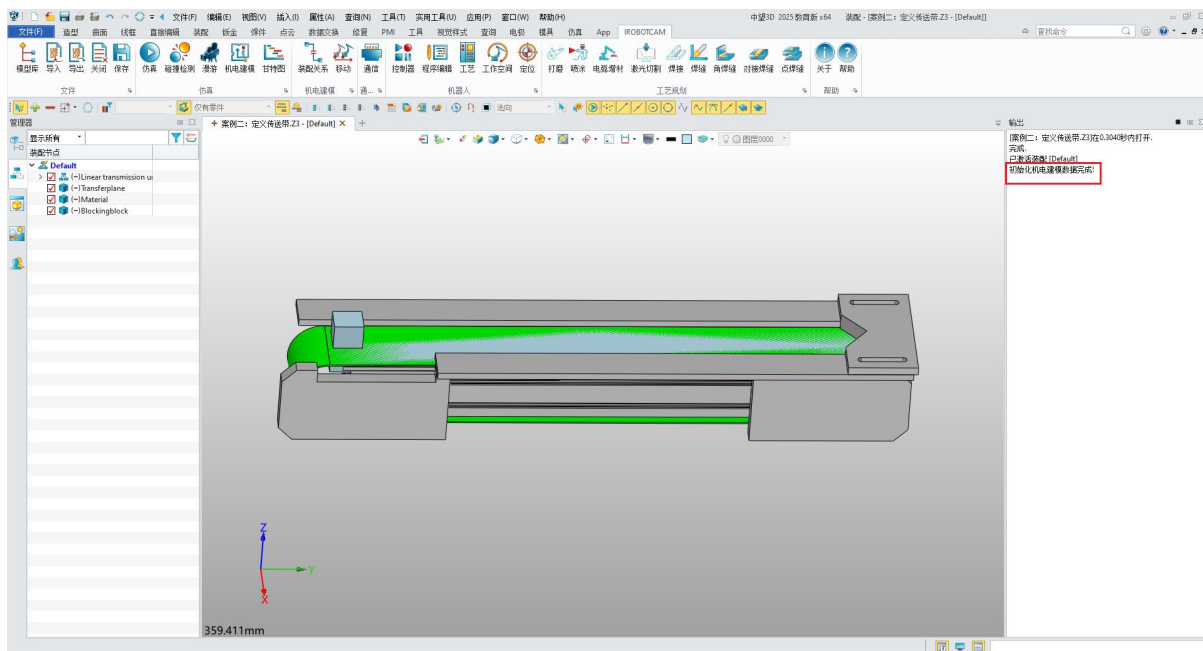

图 6-3: 初始化进度条
- 等待初始化进度条加载，加载完成输出框会有提示“初始化机电建模数据完成”。(图 6-3)